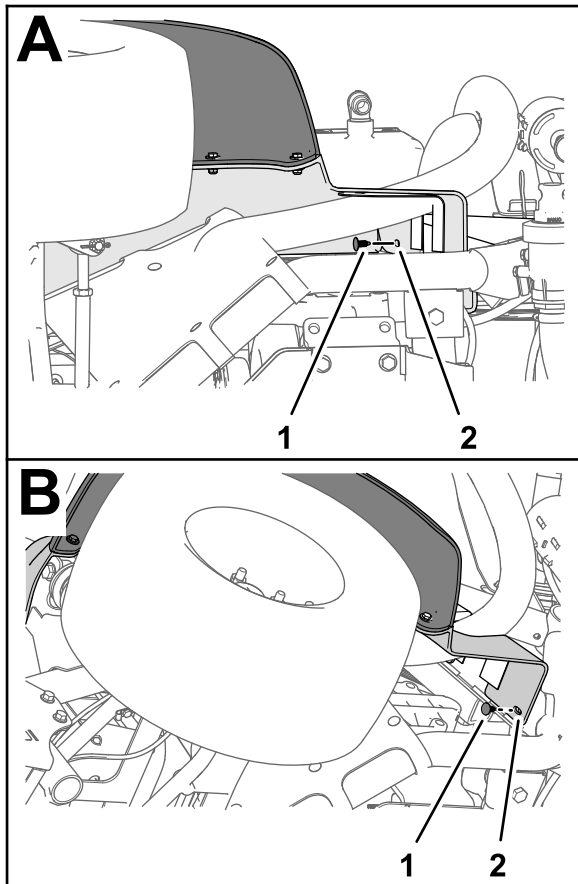

Bild 218
5. Befestigen Sie den Kotflügel mit zwei Eindrückbefestigungen am Rahmenkanal (Bild 218).